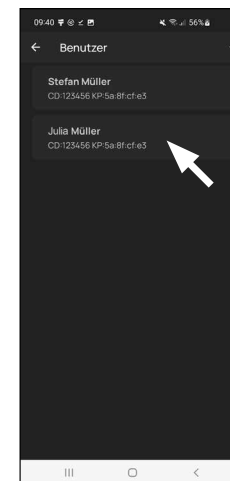

Fig. 7
**Indicação:** Se você quiser inserir mídia de abertura para utilizadores adicionais, volte para um menu e selecione o utilizador desejado (Fig. 7). Repita os passos deste capítulo para este utilizador.